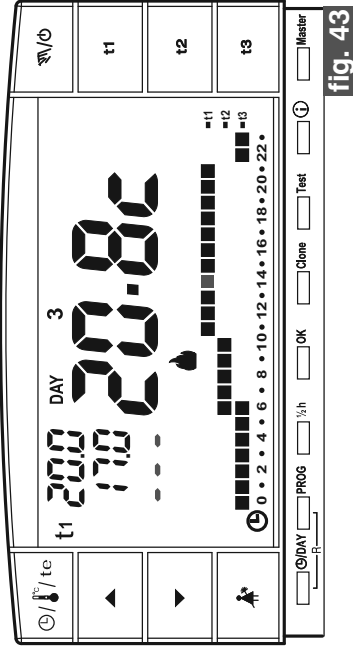

fig. 43
-  - Configurando la función en **OFF** (desactivada) en la línea de la temperatura **t3** aparecerán tres guiones (- - -) (fig. 43).